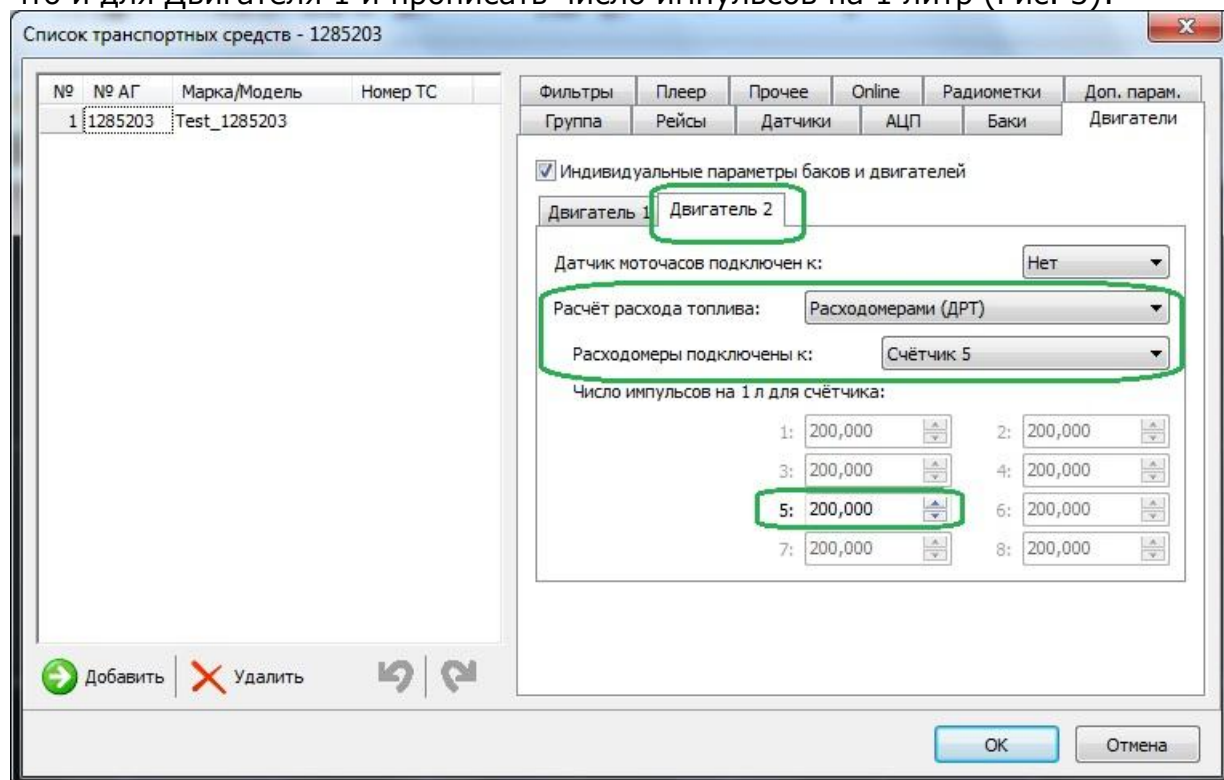

Рисунок 3
3.2.2. Для отображения графика накопительного счётчика расхода топлива, на вкладке Двигатели, для Двигателя 2 (например), выбрать тот же счётчик, что и для Двигателя 1 и прописать число импульсов на 1 литр (Рис. 3):